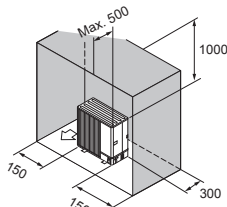

Fig. 2-11
- (6) Ostruzioni o superfici chiuse solo dietro, ai lati e sopra (Fig. 2-11)